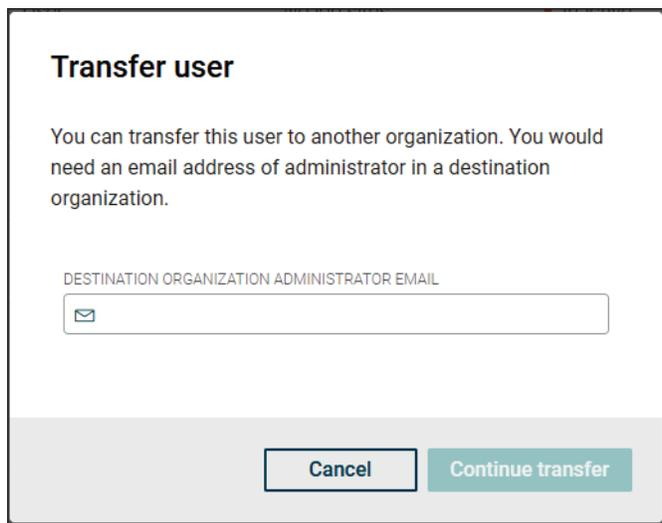

Figure 62. Transfert d'utilisateur - Organisation de destination
5. Après l'ouverture de la fenêtre Transférer utilisateur (Transfer user), entrez l'adresse courriel de l'administrateur de l'organisation de destination, voir **Figure 62**.